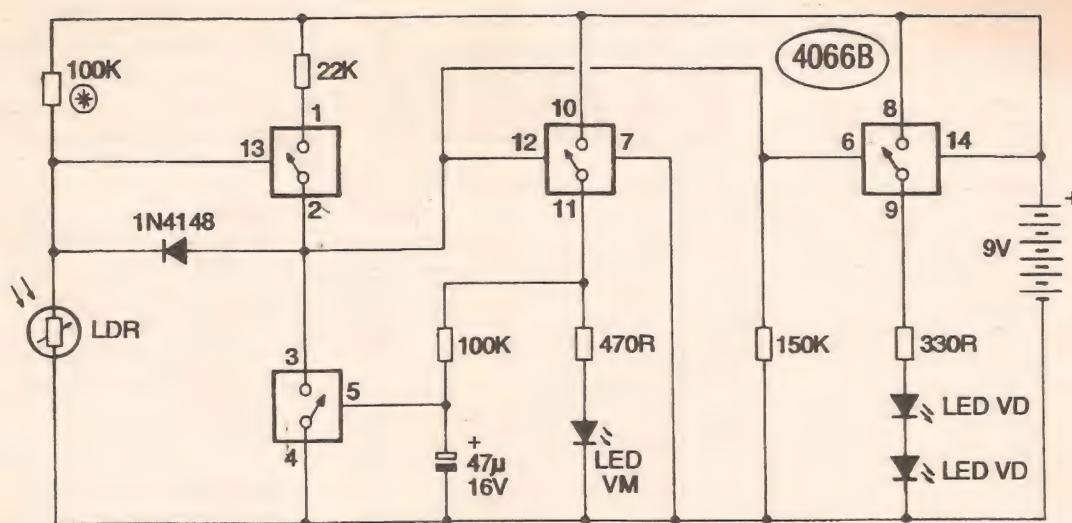

Fig. 1
- FIG. 1 - DIAGRAMA ESQUEMÁTICO DO CIRCUITO - Usamos, no centro ativo do circuito, um integrado da família digital CMOS que não aparece muito frequentemente nas montagens de APE... Trata-se do 4066 (na falta desta, também pode ser usado o 4016, sem qualquer outra modificação no circuito...), que contém 4 *chaves bilaterais*, todas controladas por um mero nível digital aplicado ao seu terminal de controle (com nível *alto* a chave *liga* e com nível *baixo* a chave *desliga*...). Num arranjo de boa engenhosidade, as quatro chaves contidas no integrado são usadas em funções diversas e até não costumeiras ou não convencionais, porém com excelentes resultados em termos de simplificação circuital, sensibilidade e confiabilidade no funcionamento...! Vejamos, da esquerda para a direita (como é convencional analisar-se os diagramas...) o funcionamento geral do circuito: o LDR e o resistor de 100K (este pode ter seu valor alterado, experimentalmente, na faixa que vai de 22K até 680K, para adequação eventual a níveis muito fora do *normal*, de luminosidade ambiente